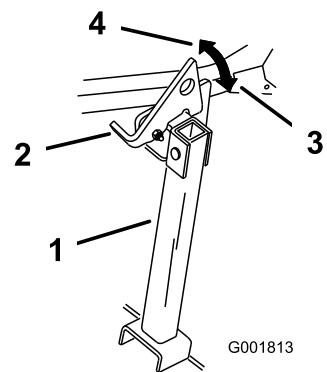

Bild 44
2. Heben Sie den Riegel in die ENTRIEGELTE Stellung an (Bild 44).